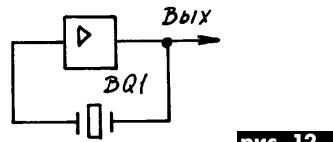

рис. 12
2. Генераторы с последовательным резонансом (**рис.12**), в которых пьезорезонатор работает вблизи минимума своего последовательного сопротивления при малом сдвиге фазы между напряжением и током. Усилительный элемент вращает фазу на 360° , где $N=0, 1, 2, \dots$